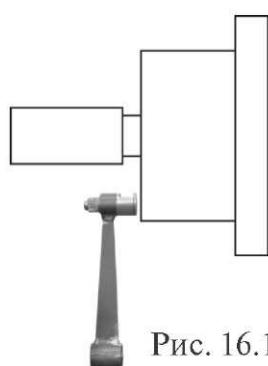

Рис. 16.1
21.1.1. Калибровка тракта измерения дистанции. Для оценки погрешности устройства ввода дистанции выдвиньте штангу ввода параметров и уприте рукоятку в задний торец фланца вала, как показано на рис. 16.1. При этом на экране ввода геометрических параметров (см. рис.10.2) появится величина дистанции. Если величина дистанции не равна 117 ± 5 мм, то устройство ввода дистанции требует калибровки.
Нажмите кнопку «MENU», в открывшемся окне MENU выберите пункт 7 «Далее», нажав кнопку 7 в верхнем ряду клавиатуры. Откроется вторая страница окна MENU (см. рис.16.1). Выберите пункт 3 «Тест», нажав кнопку 3 в верхнем ряду клавиатуры. Откроется окно ТЕСТ рис.21.1.